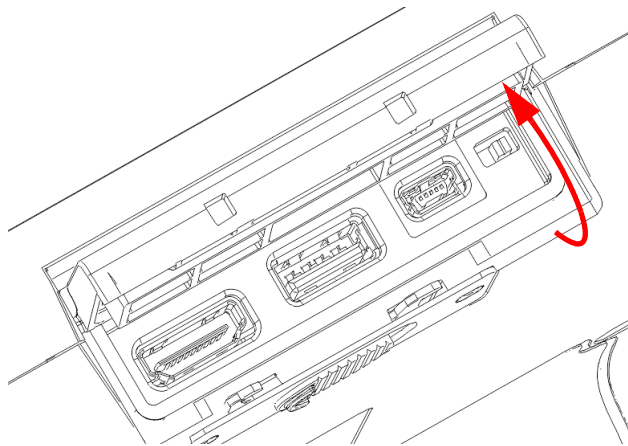

図 3-4 データポート - カバー開放
2. カバーが完全に開く位置まで上げます (図 3-4 ページの 40 を参照)。